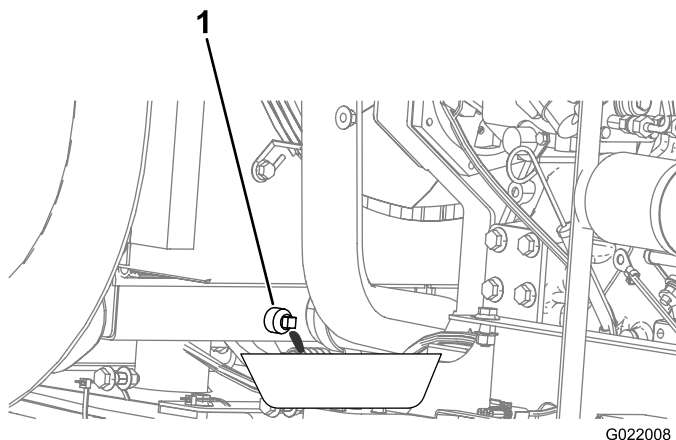

Figura 102
5. Posicione uma bandeja de drenagem sob o bujão de drenagem (Figura 102).
8. Instale o bujão de drenagem (Figura 102).
- C. Instale o bujão de drenagem (Figura 102).
- H. Instale o bujão de drenagem (Figura 102).